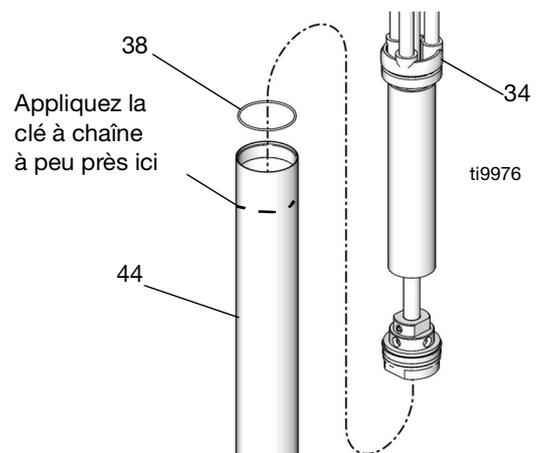

FIG. 18
6. Retirez le tuyau d'aspiration (44) du corps de la pompe (34). Voir FIG. 18.
7. Inspectez le joint torique (38) sur le corps de la pompe et le tuyau d'aspiration à la recherche de dommages. Voir FIG. 18.